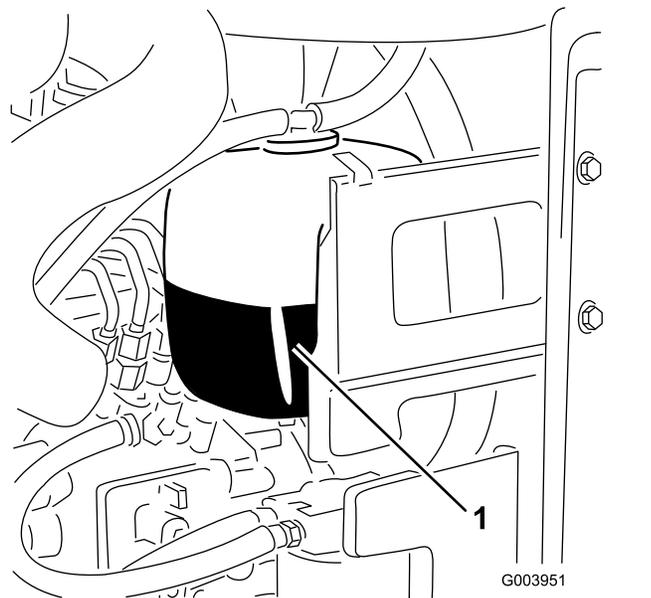

Рисунок 32
1. Проверьте уровень охлаждающей жидкости в расширительном бачке (Рисунок 32).